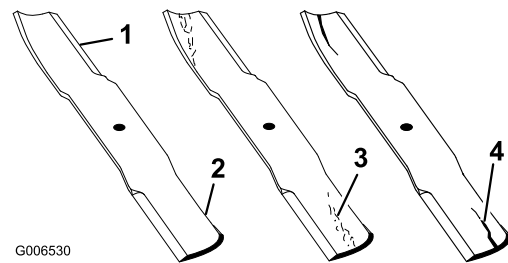

Bild 88
1. Untersuchen Sie die Schnittkanten (Bild 88). Entfernen und schärfen Sie die Messer, wenn die Schnittkanten nicht scharf sind oder Auskerbungen aufweisen. Siehe „Schärfen der Messer“.
2. Prüfen Sie die Schnittmesser, insbesondere den gebogenen Bereich (Bild 88). Wenn Sie Schäden, Verschleiß oder Rillenbildung in diesem Bereich feststellen (Bild 88), sollten Sie sofort ein neues Schnittmesser einbauen.